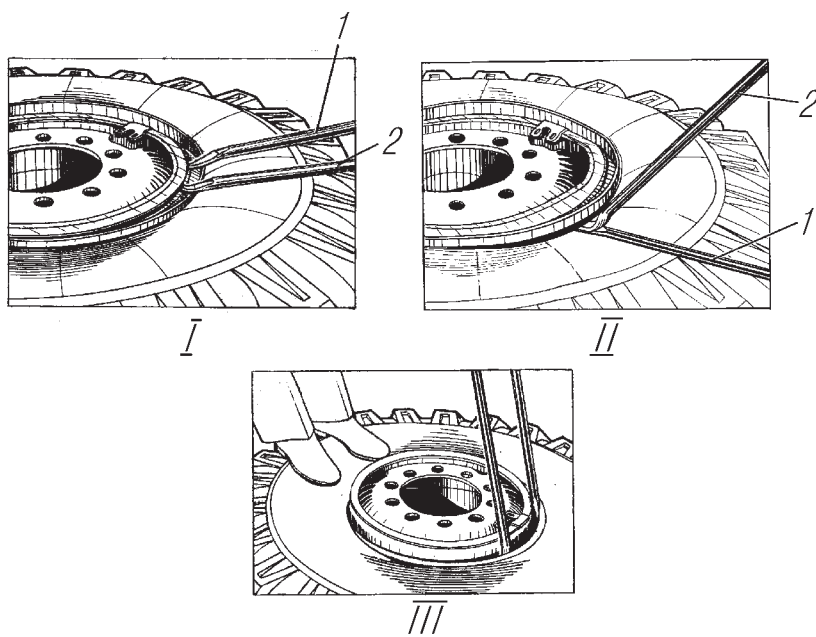

Рис. 45. Разборка колеса:
2. Снять борт шины с посадочной полки обода, для чего ввести плоский конец короткой монтажной лопатки в демонтажный паз между бортовым и замочными кольцами и отжать бортовое кольцо вниз, в образовавшийся зазор ввести рядом плоский конец второй монтажной лопатки (рис. 45, I). Нажимая на обе лопатки и поочередно переставляя их по кругу на расстоянии 50-100 мм друг от друга, несколько осадить бортовое кольцо вместе с бортом шины вниз, а затем, применяя крюкообразный конец большой монтажной лопатки, полностью снять (осадить) борт шины по всей длине с посадочной полки обода.
— между короткой лопаткой и бортовой закраиной (бортовым кольцом) завести крюкообразный конец большой монтажной лопатки так, чтобы плоский конец короткой монтажной лопатки разместился в ее пазу (допускается применять молоток) и, опираясь пяткой второй лопатки о первую, надежно зацепившись ее крюкообразным концом за бортовое кольцо, одновременно отжимая обе лопатки (рис. 45, II), осадить борт шины вниз;
– ввести плоские концы монтажных лопаток между ободом и бортом шины в зоне вентиля на расстоянии 200-250 мм друг от друга (рис. 45, III) и, нажимая на них, переместить часть борта через посадочную полку вверх (вывести его наружу обода). При этом противоположная часть борта шины должна обязательно находиться в монтажном ручье обода;